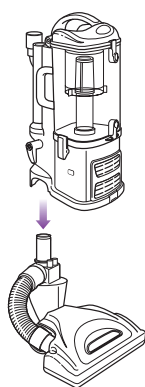

Fig. 8
- 2 Alignez le tube du suceur pour plancher avec le tube du traîneau *Lift-Away*MD et abaissez jusqu'à ce que vous entendiez les deux pièces s'enclencher en place. (Fig. 8)